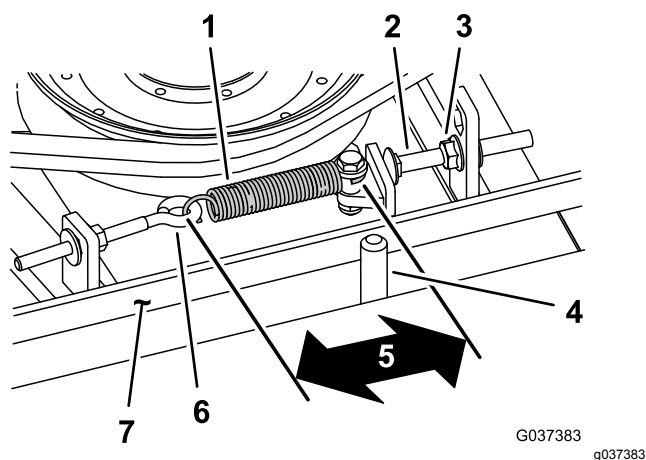

Figura 114
Quando la tensione è corretta, la misura interna della molla di prolunga (da gancio a gancio) deve essere circa 8,3–9,5 cm. Quando la tensione della molla è giusta, regolate il bullone di arresto (bullone a testa tonda) fino ad ottenere un gioco di 2–5 mm tra la testa del bullone ed il braccio di rinvio (Figura 114).
Nota: Verificate che la cinghia si trovi dal lato molla del guidacinghia (Figura 114).
2. Allentate il bullone ad occhio (Figura 114).
3. Allentate il dado flangiato che fissa il bullone di arresto all'aletta di montaggio e spostate la puleggia tendicinghia via dalla cinghia (Figura 114).
9. Collegate la molla di prolunga (Figura 114) al bullone ad occhio e tendete la cinghia come segue: